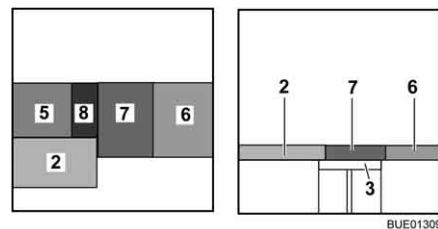

Fig. 142 Depois da transformação
- Coloque o estofa do assento (Fig. 142,7) no meio.
- Coloque o estofa do encosto (Fig. 142,6) entre o estofa do assento e a parede.